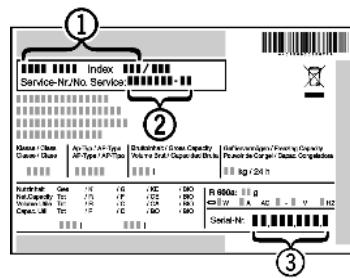

Fig. 15
- Прочетете от идентификационната табелка описание на уреда Fig. 15 (1), сервизния № Fig. 15 (2) и серийния № Fig. 15 (3). Идентификационната табелка се намира на лявата вътрешна стена на уреда.
- Обадете се на сервизната служба и посочете неизправността, описаните на уреда Fig. 15 (1), сервизния № Fig. 15 (2) и серийния № Fig. 15 (3).